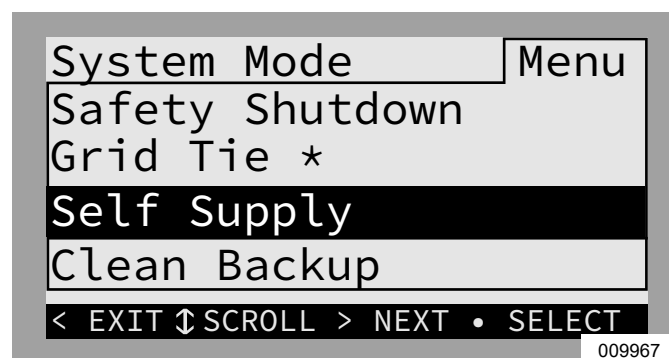

Figure 6-4. Sélection des modes système (2 de 4)
3. Voir Figure 6-4. Utiliser les touches fléchées haut et bas pour mettre le mode souhaité en surbrillance et appuyer sur la touche centrale pour le sélectionner.